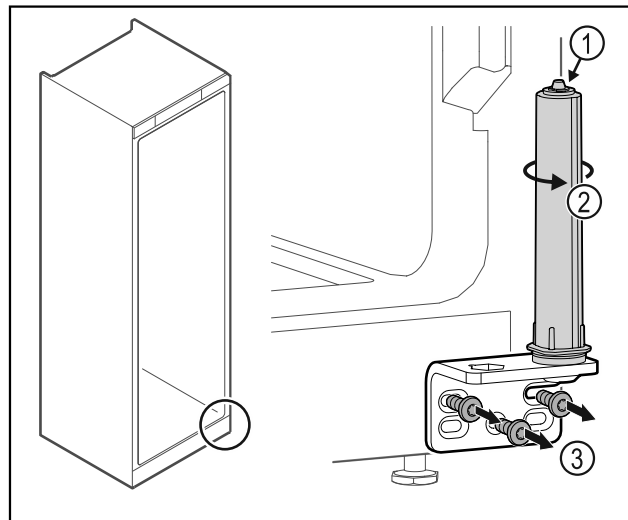

Fig. 35
- ▶ Neardykite durų uždarymo sistemos Fig. 35 (1).
- ▶ Sukite uždarymo sistemą Fig. 35 (2), kol ji užsifiksuos.
- ▶ Atsukite šarnyrinį kampuatį Fig. 35 (3).